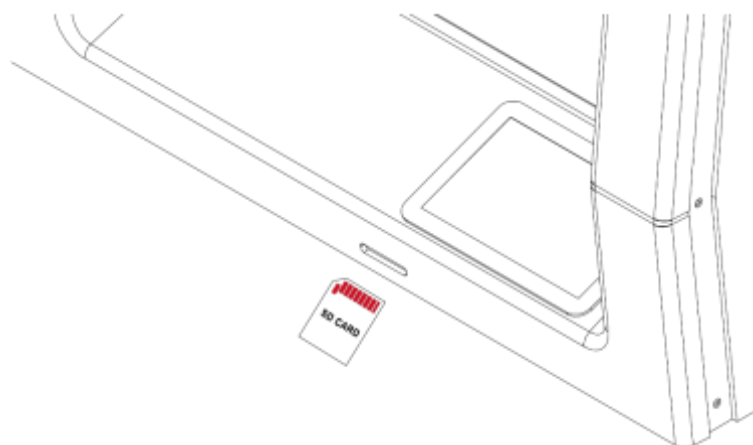

Рис. 41 Правильное расположение SD-карты в слоте для SD-карты
2. Вставить SD-карту памяти в слот для SD-карты памяти (рис. 41).